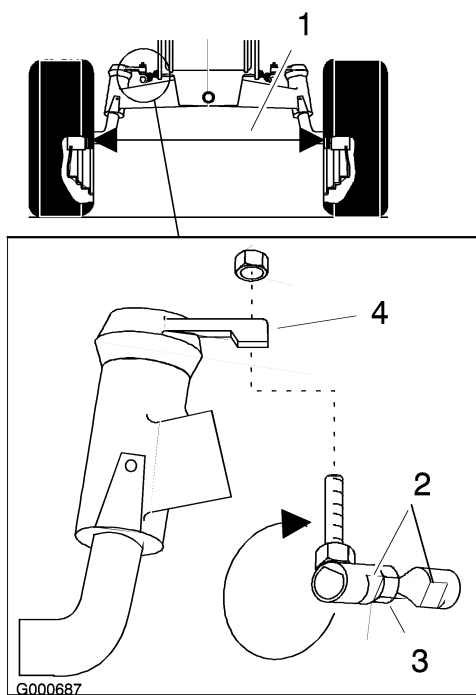

Figura 49
4. Misurate le ruote davanti e dietro fra i cerchi, all'altezza del fusello (Figura 49).
2. Togliete il giunto a sfera da una leva di comando dello sterzo (Figura 49)
4. Allineate le superfici piatte del giunto a sfera con le superfici piatte del tirante, e serrate il controdado (Figura 49).